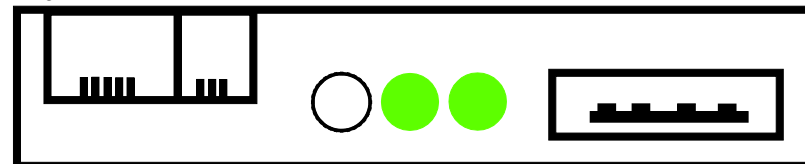

Bild 8
- Die dritte (orange) Diode erlischt, wenn das Update beendet ist. Bild 8